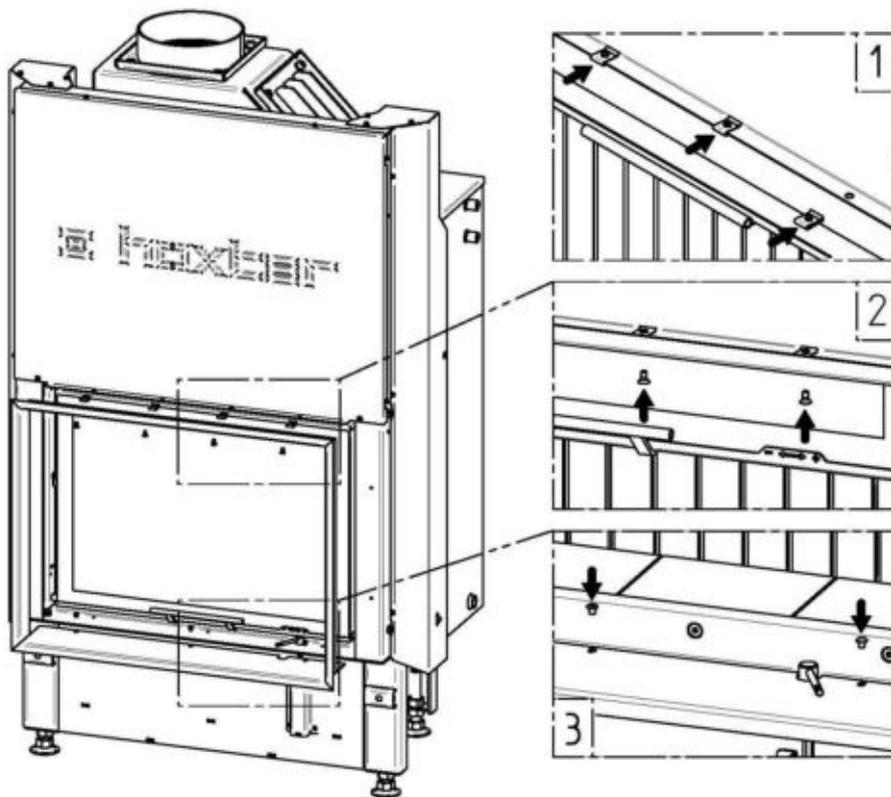

Рис. 13
- **Установка рамки (Рис. 13)**